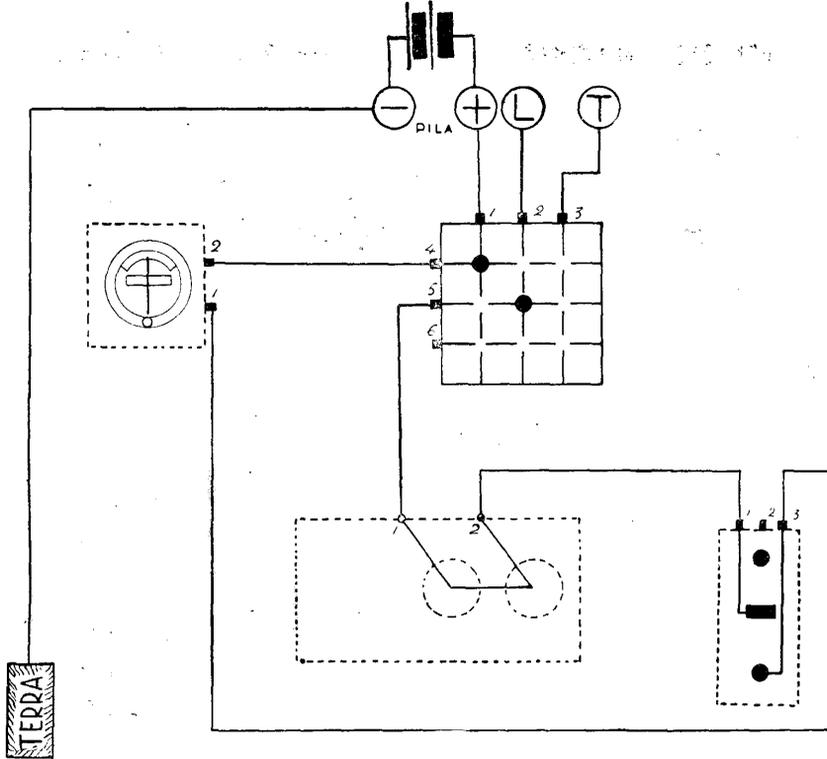

Fig. 43 — Ufficio Estremo a Corrente Continua (con Pila)
- 1°) Estremo con Pila (Fig. 43 e Fig. 46)